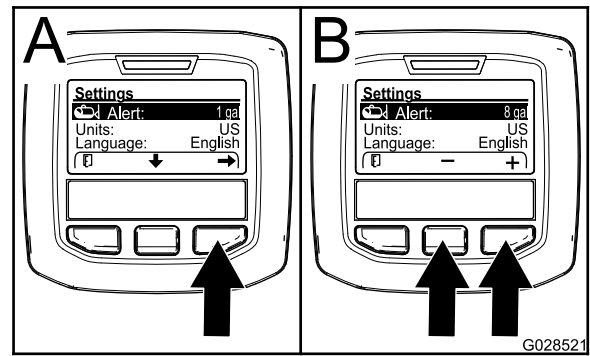

Bild 60
2. Drücken Sie die mittlere Auswahltaste, um die Warneinstellung zu markieren (Bild 60).
3. Drücken Sie die rechte Auswahltaste (Bild 60).
4. Geben Sie mit der mittleren oder rechten Auswahltaste eine Mindestmenge im Behälter an, bei der die Warnung beim Sprühen angezeigt wird (Bild 60).